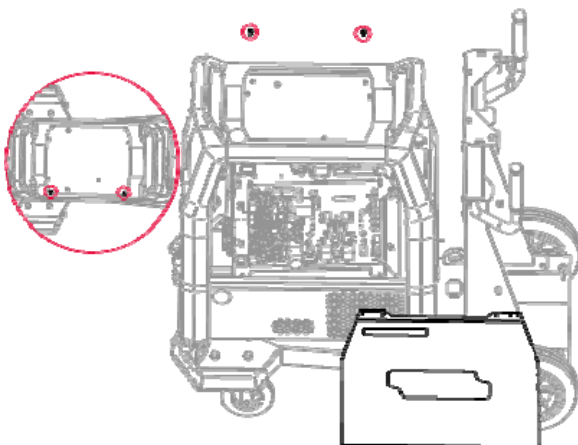

Figura 3
- Deșurubați și scoateți capacul lateral Speedtec - deșurubați cele două șuruburi M5x20 (Figura 3).